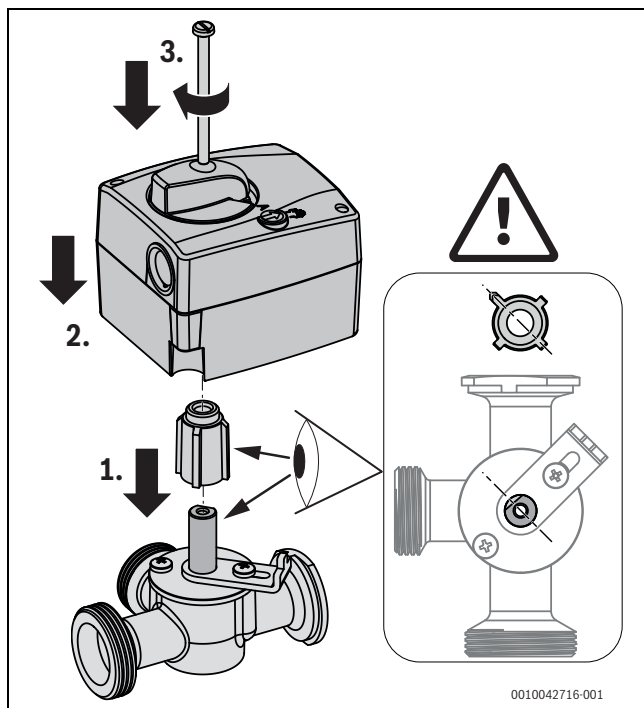

Fig. 35 Monter le servomoteur de vanne mélangeuse
- Monter le nouveau moteur avec la douille d'entraînement sur la vanne mélangeuse dans l'ordre indiqué (→ fig. 35).